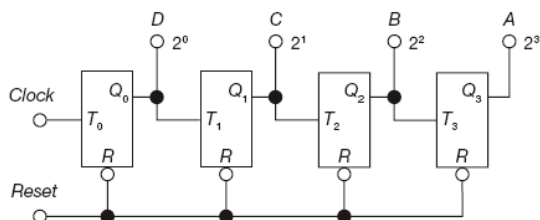
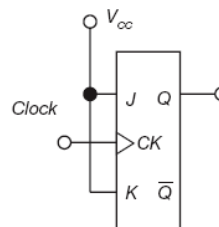
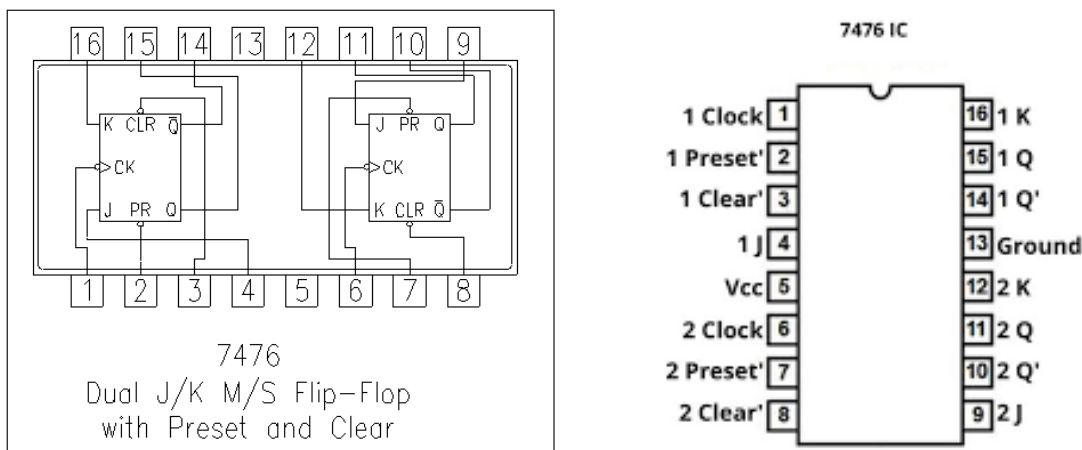

Figura 1. Esquemático de um contador assíncrono composto por flip-flops T.
Figura 2. Esquemático da conversão de um flip-flop JK em um flip-flop T.
Figura 3. Esquemáticos do CI 7476.
Implemente na protoboard um contador assíncrono a partir do esquemático da Figura 1. No kit utilizado no laboratório, temos disponível o CI 7476 (esquemático na Figura 3) contendo dois flip-flops JK e a Figura 2 mostra o esquemático de conversão de um flip-flop JK para um flip-flop T. Utilize leds nas saídas *A*, *B*, *C* e *D* e chaves nas entradas *Clock* e *Reset*.
5. Os flip-flops Jk precisam ser transformados em tipo T. Para isso, siga o esquemático da Figura 2.
6. As entradas de **Preset** dos flip-flops (Figura 3) devem ser **desativados** (basta colocar **em nível alto** (5 V)).
7. As entradas de **Clear** dos flip-flops (Figura 3) devem ser conectadas a uma **mesma chave** (esta chave é ligada da mesma forma como fizemos nos experimentos anteriores).